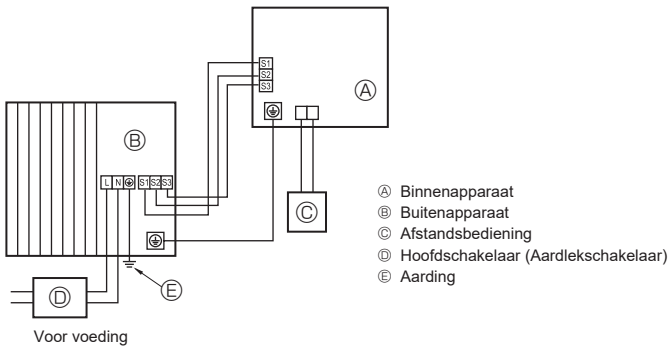
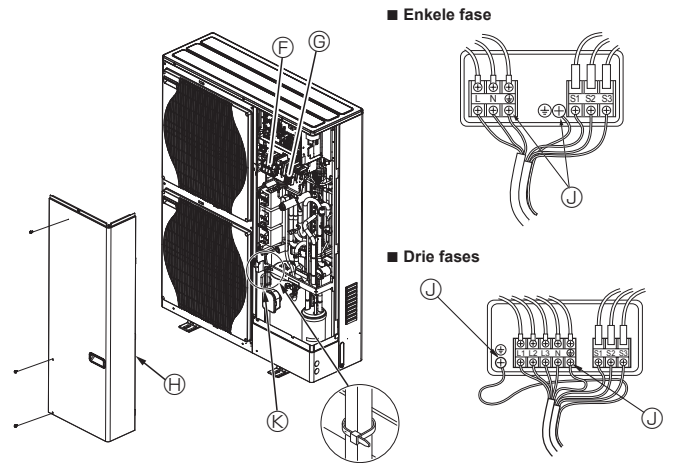

Fig. 5-1
Fig. 5-2
### 5.1. Buitenapparaat (Fig. 5-1, Fig. 5-2)
- ① Verwijder het onderhoudspaneel.
- ② Sluit de kabels aan aan de hand van Fig. 5-1 en Fig. 5-2.